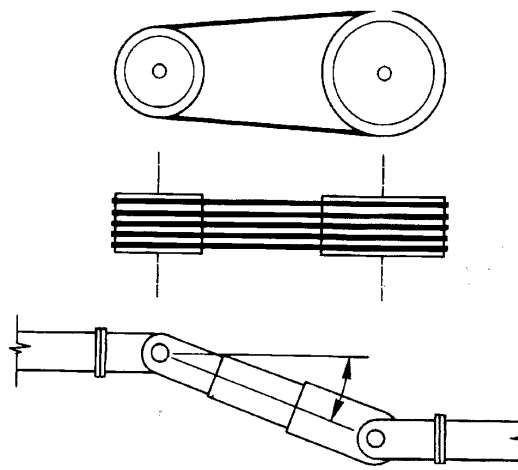

Fig.5
**Elementi di trasmissione, (fig. 5).**